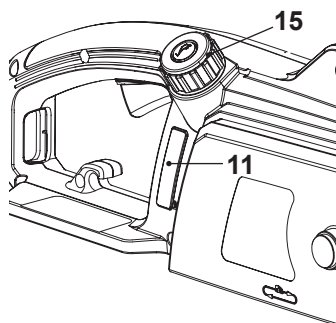

Imagen 13
- > Compruebe el nivel de aceite en el indicador de nivel [11] antes de comenzar y con regularidad durante su utilización. Rellene con aceite cuando el nivel esté por debajo de la señal "MIN" (Imagen 13).